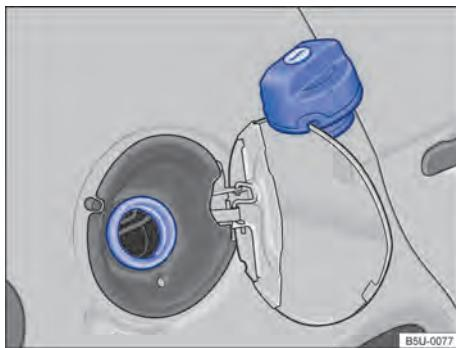

Fig. 144 Portinhola do tanque de combustível aberta com a tampa do tanque de combustível pendurada.
- Girar a tampa do tanque no sentido anti-horário e pendurá-la em cima da portinhola do tanque de combustível → **Fig. 144**.